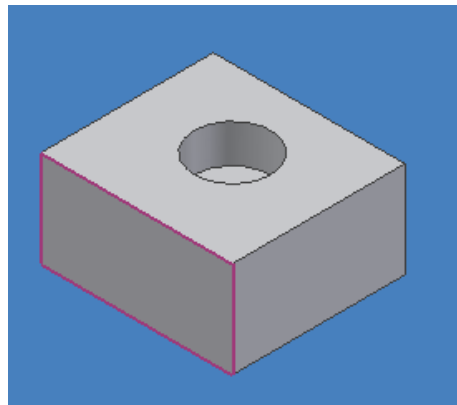

Figura 3.75 Resultado final de ENGRAVE FROM FACE.
- Cambie el valor de DEPTH (profundidad) y presione OK para finalizar, figura 3.75.